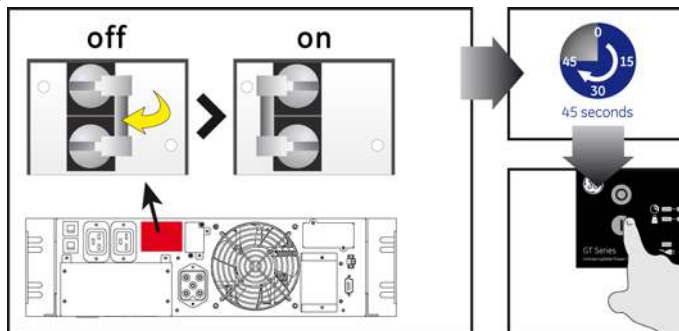

рис. 4.2.1
2. Переверните входной автоматический выключатель в положение "On" (рис. 4.2.1).
2. Переверните последовательно входные автоматические выключатели всех ИБП в положение "On" (рис. 4.2.1).